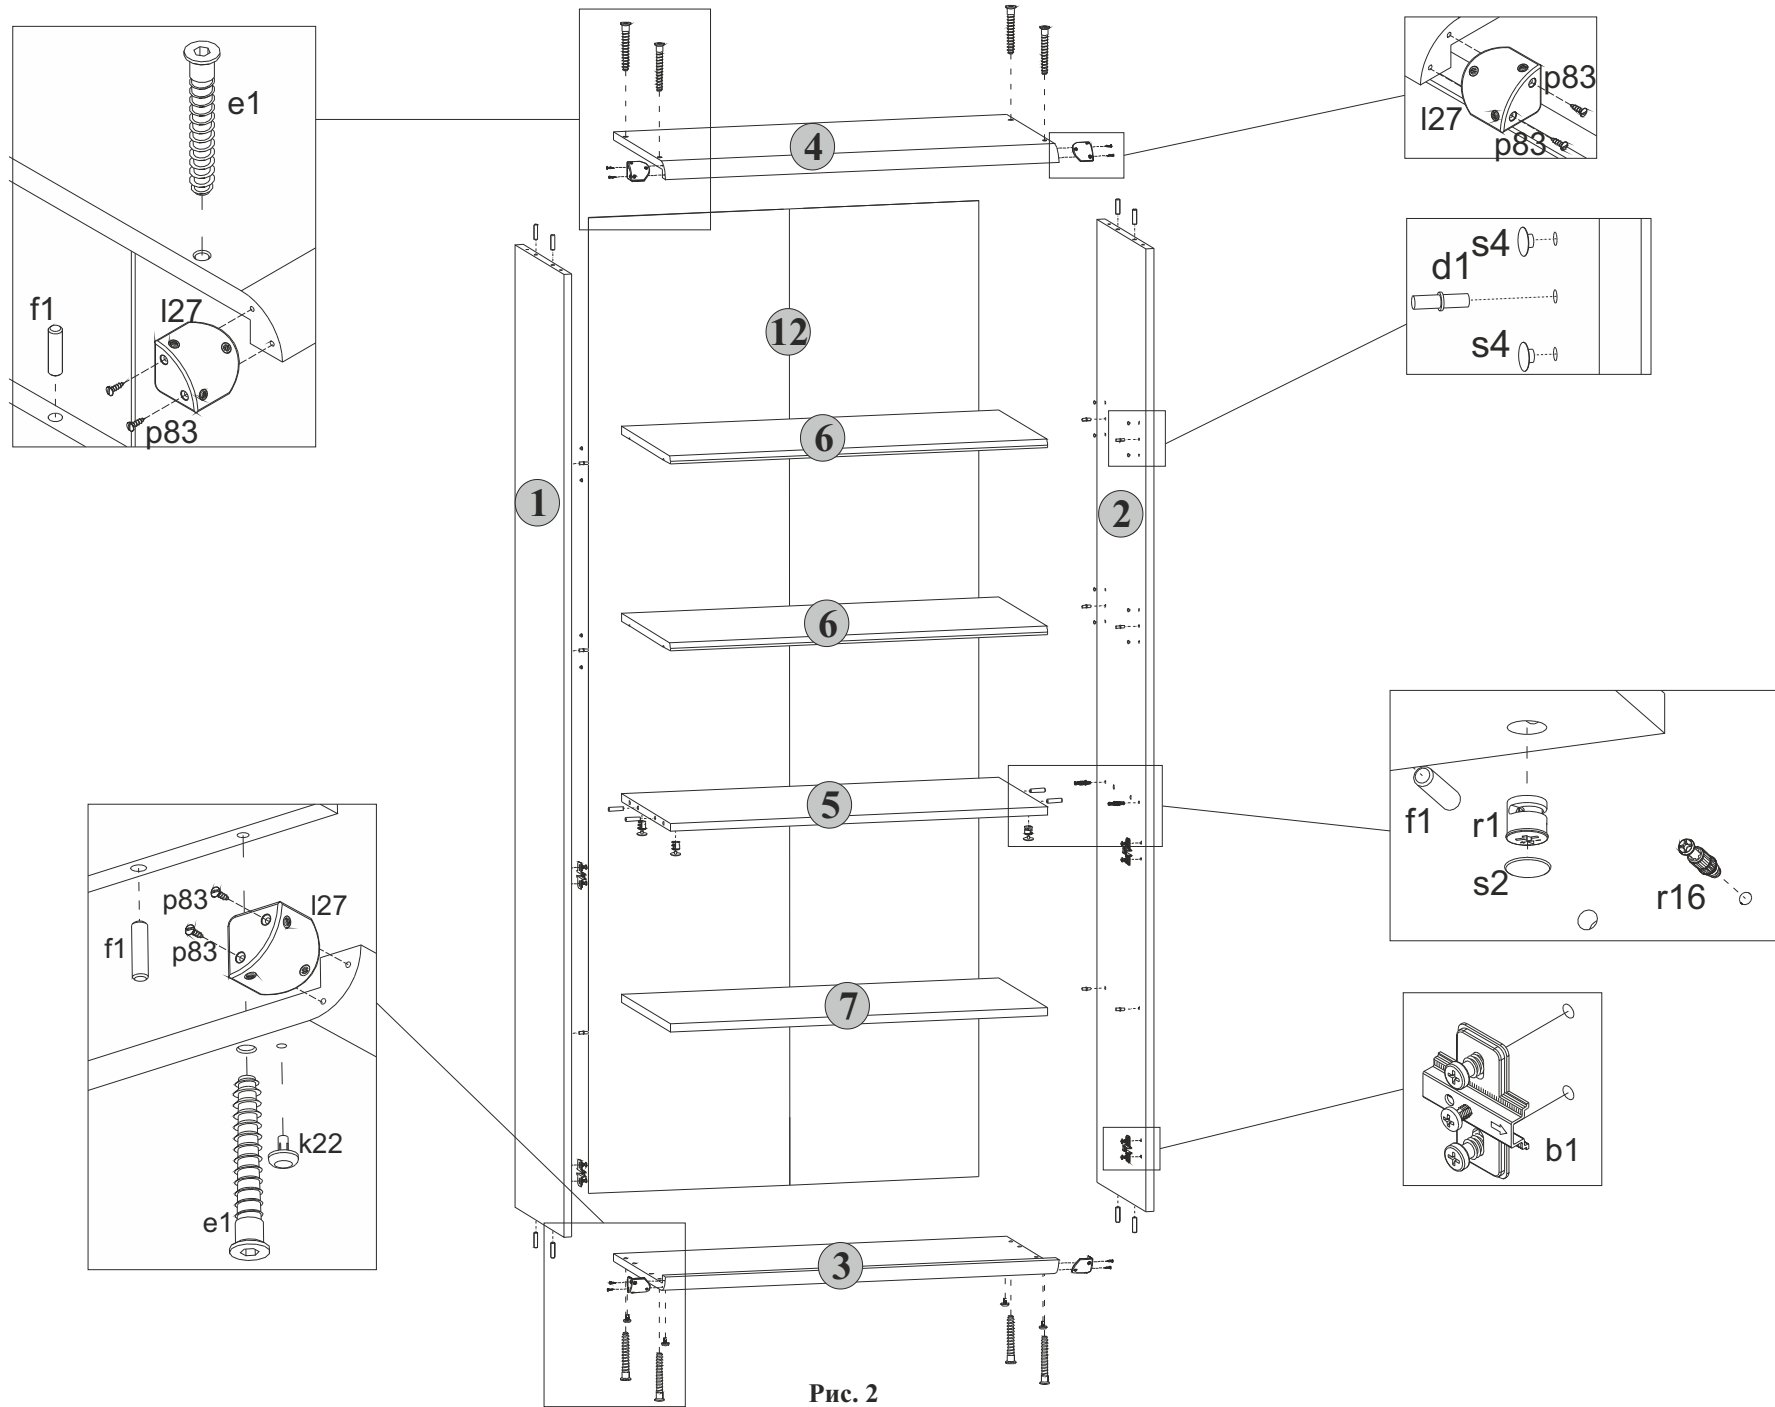

Рис. 2
5.5 В остальные отверстия диаметром **5 мм** на внутренних поверхностях стенок боковых **1** и **2** в зависимости от уровня расположения полок вкладных вставить полкодержатели **d1**. Оставшиеся отверстия закрыть заглушками **s4** (см.рис. 2).
5.6 На нижней поверхности полки соединительной **5** в отверстия диаметром **15 мм** вставить стяжки эксцентриковые **r1** (см.рис. 2).
5.7 В отверстия диаметром **4,5 мм** на нижней поверхности щита нижнего **3** вставить опоры полимерные **k22** (подпятники) (см.рис. 2).
5.8 К стенкам боковым **1** и **2** присоединить щиты нижний **3** и верхний **4** и стянуть еврошурупами **e1**, пользуясь специальным ключом **z1** из комплекта фурнитуры (см.рис. 2).
5.2 В отверстия диаметром **8 мм** на верхних и нижних кромках стенок боковых **1** и **2**, а также на боковых кромках полки соединительной **5** вбить деревянные шканты **f1** (см.рис. 2).
5.4 В отверстия диаметром **5 мм** в центральной части на внутренних поверхностях стенок боковых **1** и **2** вкрутить винты стяжки **r16** для установки полки соединительной **5**, пользуясь крестообразной отверткой (см.рис. 2).